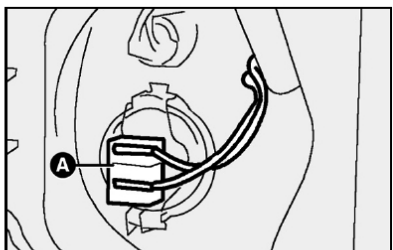

fig. 26
- 2) soltar o conector A-fig. 26 de alimentação da lâmpada;